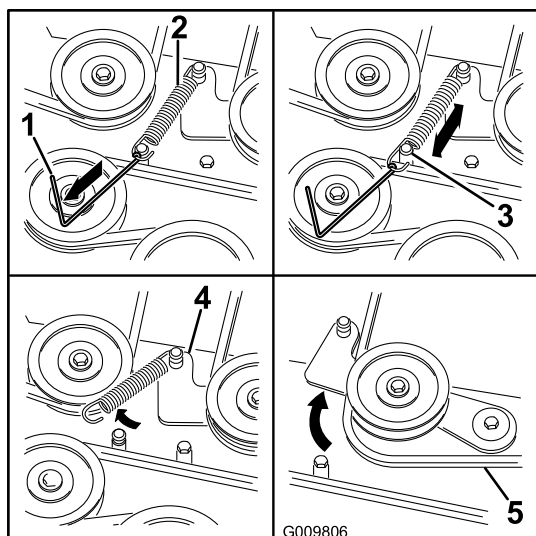

Figura 73
8. Servendovi di un attrezzo per la rimozione delle molle (n. cat. Toro 92-5771), sganciate la molla di rinvio dal perno del piatto di taglio per eliminare la tensione dalla puleggia tendicinghia (Figura 73).
11. Montate la nuova cinghia attorno alle pulegge del tosaerba e alla puleggia della frizione, sotto il motore (Figura 73).
12. Servendovi di un attrezzo per la rimozione delle molle (n. cat. Toro 92-5771), agganciate la molla di rinvio al perno del piatto di taglio per mettere in tensione la puleggia tendicinghia e la cinghia (Figura 73).